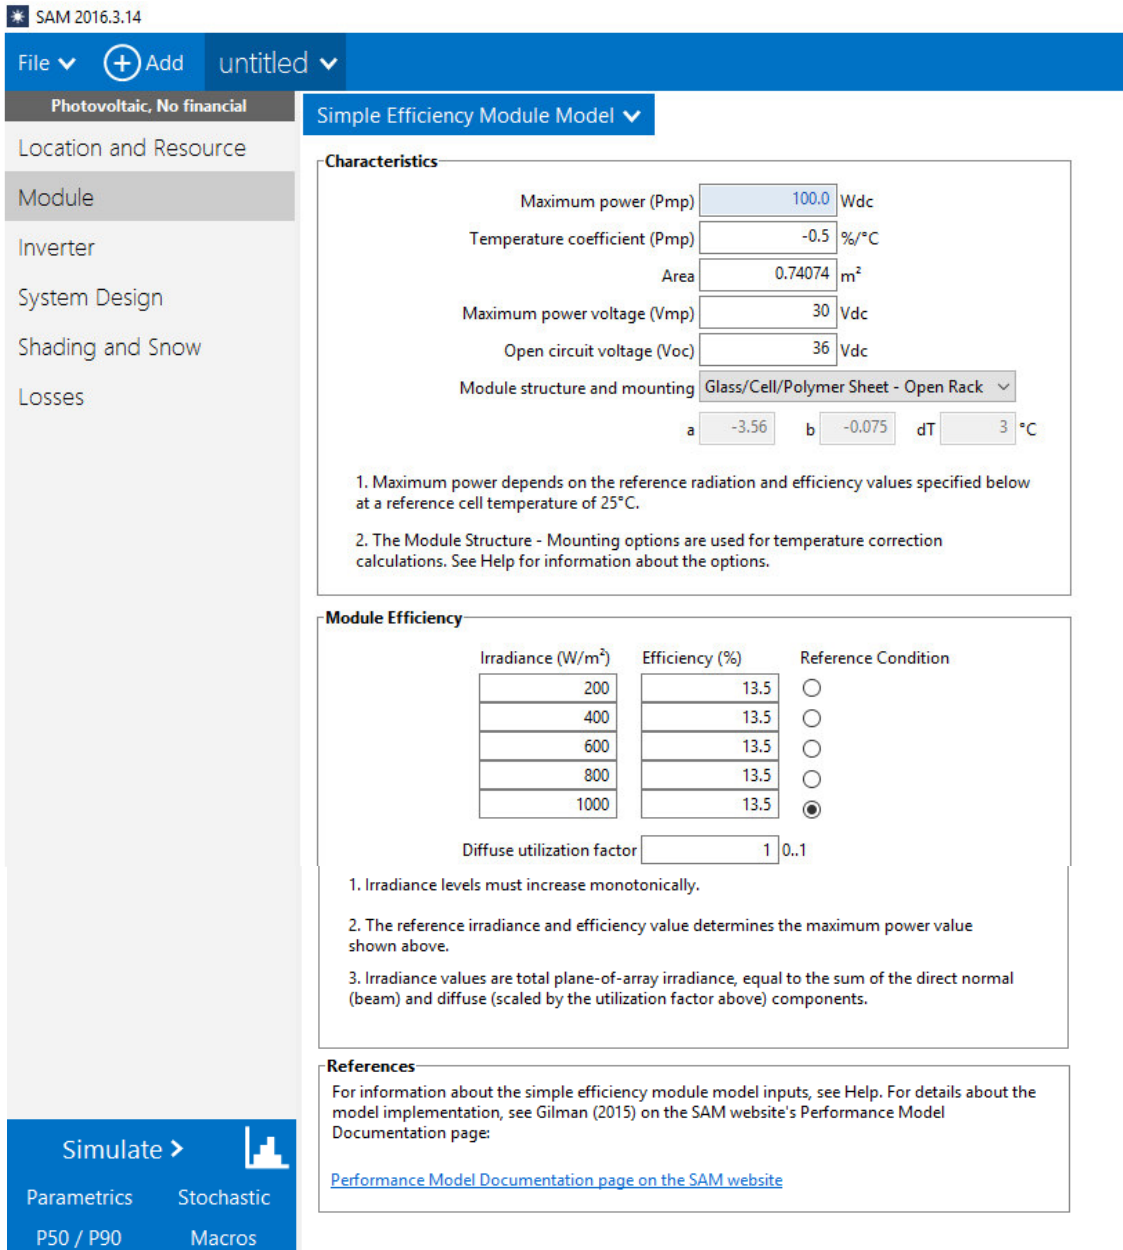

Рисунок 2.3 - Вікно налаштування параметрів базової моделі сонячного модуля
2.1 Модель «Simple Efficiency Module Model» - базова модель сонячного модуля (рис. 2.3). Є корисною при аналізі залежності між ефективністю моделювання, показниками функціонування системи і вартістю електроенергії, оскільки дозволяє вказувати ефективність функціонування як вхідне значення.
Параметри моделі (рис. 2.3) перелічені в табл. 2.1.